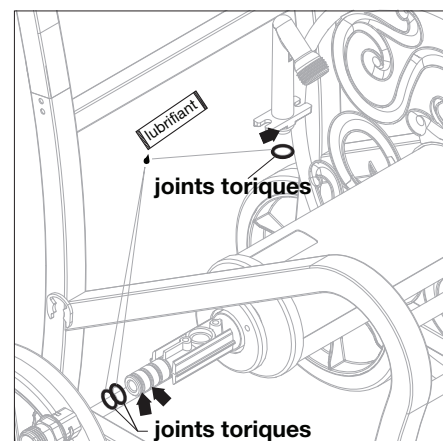

Figure 3
- Pour remettre en place les joints toriques dans le tube d'entrée (Fig. 3), retirez-les du tube d'entrée. Enduisez les joints toriques de lubrifiant à base de silicone et remettez-les dans le tube d'entrée. Introduisez le tube d'entrée dans le dévidoir et fixez-le à l'aide des vis que vous aviez retirées précédemment. Répétez l'opération pour le joint torique du tube de sortie.